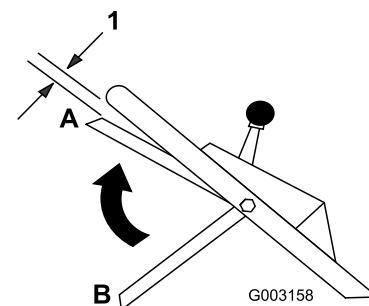

Figura 16
9. Levante la barra de control de la cuchilla hasta 2,5 cm (1 pulg.) aproximadamente del manillar; consulte la posición A en Figura 16.